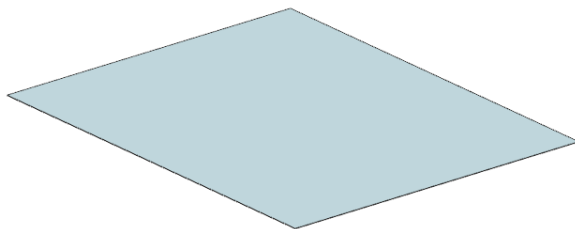

图 11-225 创建突出块特征
(5) 在“突出块”对话框中，单击  按钮，创建突出块特征，如图 11-225 所示。